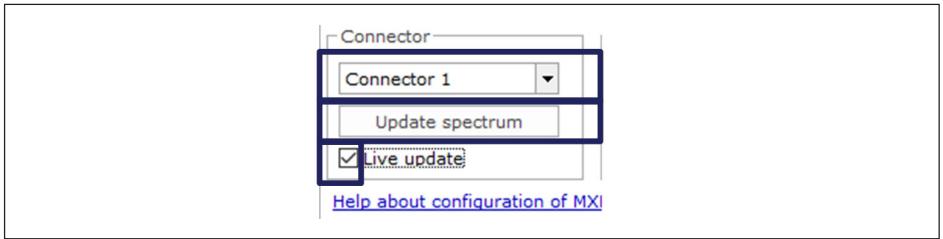

Fig. 4.8 Update spectrum (Mettre à jour le spectre)
- Changez le connecteur sélectionné dans la boîte Connector (Connecteur) (Fig. 4.8).
- Pour mettre à jour le spectre optique, appuyez sur le bouton **Update spectrum** (Mettre à jour le spectre) (Fig. 4.8).
- Pour une mise à jour continue, cochez la case **Live update** (Mise à jour en direct) (Fig. 4.8).